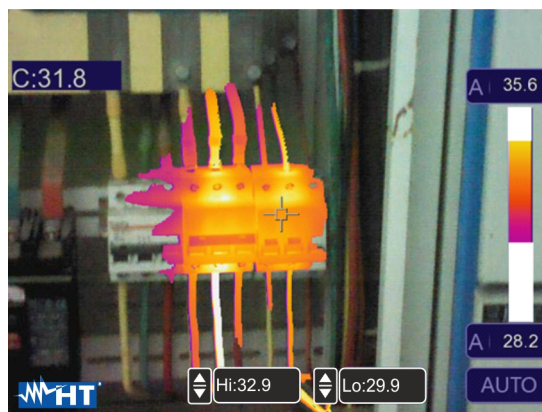

Fig. 40: Selezione Zona visibile
11. Toccare i campi “Hi” e “Lo” nella parte bassa del display e usare i tasti freccia ▲ o ▼ per impostare il valore della soglia di temperatura **massima** e **minima**. Lo strumento mostra come immagine radiometrica IR i punti con temperatura compresa tra la soglia “Lo” e la soglia “Hi” e come immagine visibile i punti con temperatura esterna a tale intervallo (vedere Fig. 40)